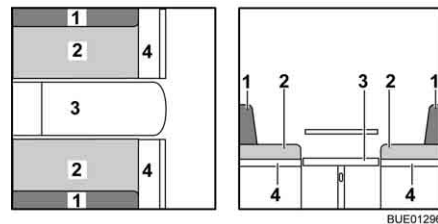

Fig. 123 Durante a transformação
- Aumente o banco (Fig. 123,4).
- Retire os estofos do encosto (Fig. 123,1) e coloque-os de lado.
- Puxe os estofos do assento (Fig. 123,2) para o meio.